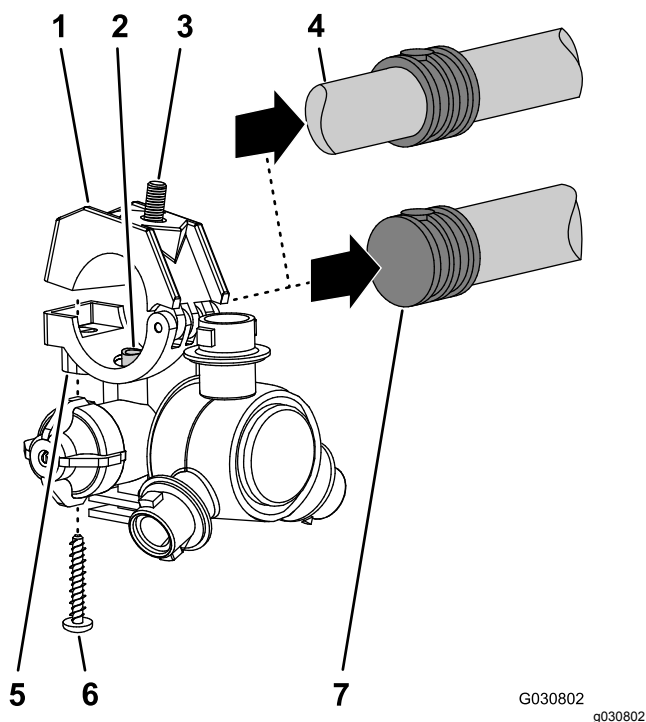

Figura 119
5. Lavorando con gli 8 ugelli dell'irroratrice rimossi al passaggio 1, rimuovete le viti in acciaio inox (n. 12 x 1¼") che fissano le metà superiori delle fascette e i portagomma dentellati singolo o doppio (¾") al corpo di ciascun ugello dell'irroratrice e rimuovete i portagomma dentellati (Figura 119).